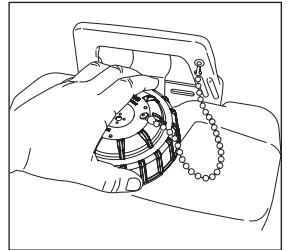

Figura 4.
1. Quite la tapa del tanque. Gire la tapa 1/4 de vuelta en sentido contrario a las manecillas del reloj. **Ver la Figura 4.**